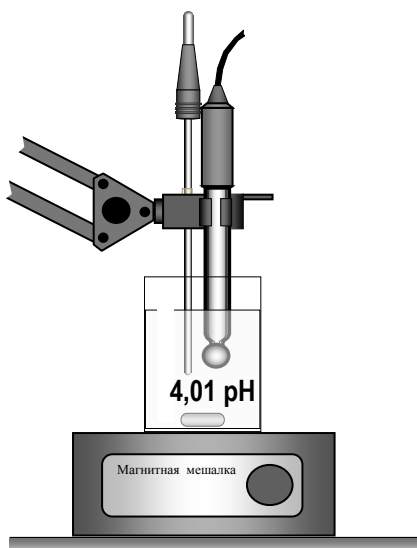

Рисунок 33
- поместить электроды и термокомпенсатор в стакан с образцовым раствором (рисунок 33);
- поместить электроды и термокомпенсатор в исследуемый раствор (рисунок 33), для ускорения процесса установления температурного режима раствор следует перемешивать;